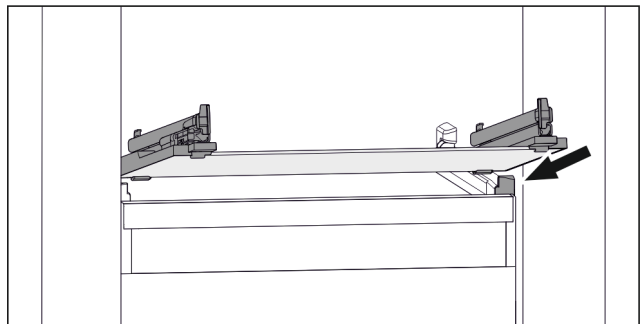

Fig. 78 Príklad zobrazenia sklenenej dosky
- ▶ Nasadte sklenenú dosku šikmo za zádržkami. (pozri Fig. 78)